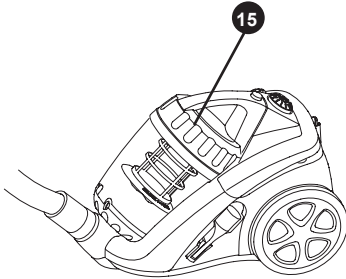

Fig. 9
Para obtener el mejor resultado de su aspirador, el depósito de polvo debe vaciarse de forma periódica; de lo contrario, el flujo de aire y la potencia de limpieza se verán reducidos. Cuando el polvo recogido alcance el nivel «MAX» marcado en el depósito de polvo (15) y el rendimiento empeore, será necesario limpiarlo. Compruebe siempre si hay accesorios o tubos bloqueados y siga las instrucciones de limpieza de los filtros para obtener un rendimiento óptimo. Véase fig. 9.